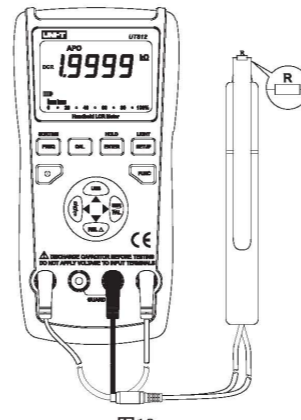

图13
- 将电阻插入测试端口或用相应的附件接入被测电阻（如图13）。